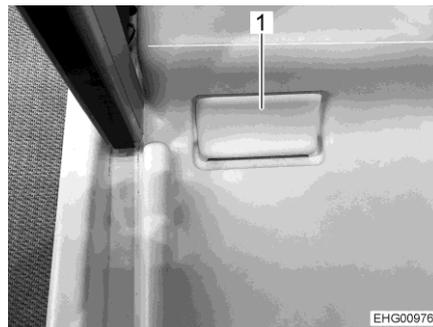

Fig. 135 Cubierta del plato de ducha
- Desmontar la cubierta (Fig. 135,1) situada en la esquina del plato de ducha usando un objeto puntiagudo con precaución.